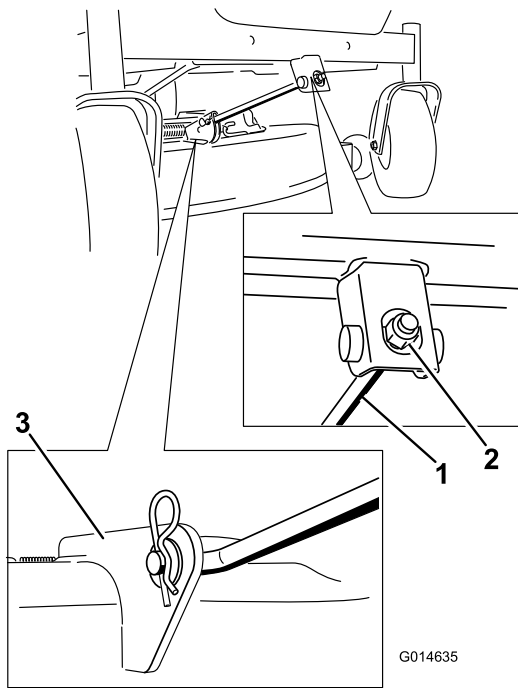

Figure 58
4. Retirez la goupille fendue de la tige de support avant et déposez la tige du support de tablier (Figure 58). Abaissez doucement l'avant du tablier de coupe au sol.
- Fixez la tige de support avant au tablier de coupe à l'aide de l'axe de chape et de la goupille fendue (Figure 58).